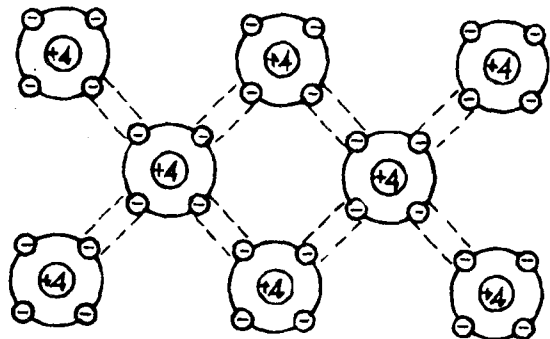

图 1-4 锗(硅)晶体的共价键结构
(1) 锗和硅等半导体材料都是晶体结构,但是原子排列是无规律、不整齐的,只有经过一定工艺过程才能变成排列整齐的单晶体。当单晶体还没有掺入其它元素时,我们称它为本征半导体,就是纯净半导体。图 1-4 为锗(硅)晶体中原子排列的平面示意图。
个电子可以分别从周围的4个原子那里各“借”来一个电子。这样,每个原子之间就有一对共用的电子,这两个电子既能出现在自身的原子轨道上,也时常出现在相邻的另一个原子的轨道上。我们把这两个共用的价电子所形成的组合叫做共价键。用虚线连结两个价电子,如图1-4形成共价键。每个原子受邻近四个原子的束缚,四个价电子彼此象手拉手似的联结在一起,组成四个共价键。共价键象纽带一样地将排列整齐的原子紧密地联结在一起,在绝对零度时,没有光和热的激发,共价键中的价电子是不能成为自由电子,所以不能自由移动。因此本征半导体在绝对零度时的特性相当于绝缘体,不能导电。